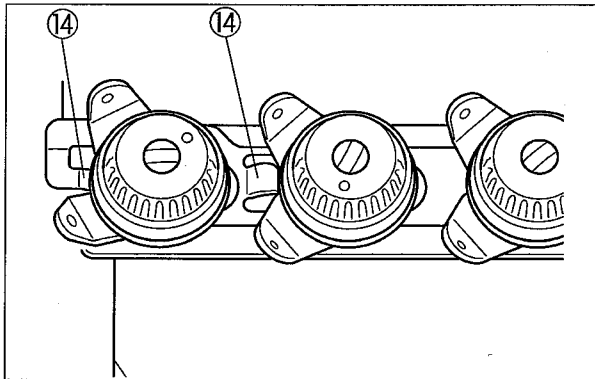
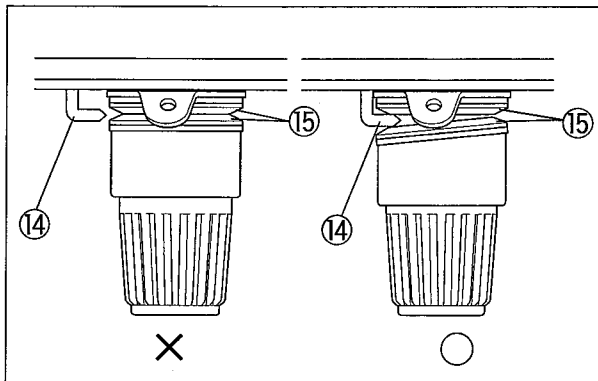

図4
図5
6. 押エ揚ゲレバー⑦を押し下げて、糸緩メ板のフック⑭が糸調子皿⑮の間に入って針糸に張力が無くなっていることを確認する。(図4, 図5)